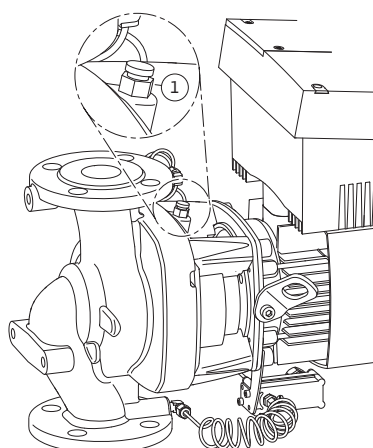

Fig. 51: Ventil za odzračivanje
6. Pumpu rasteretiti od pritiska otvaranjem ventila za odzračivanje (Fig. 51, poz. 1).